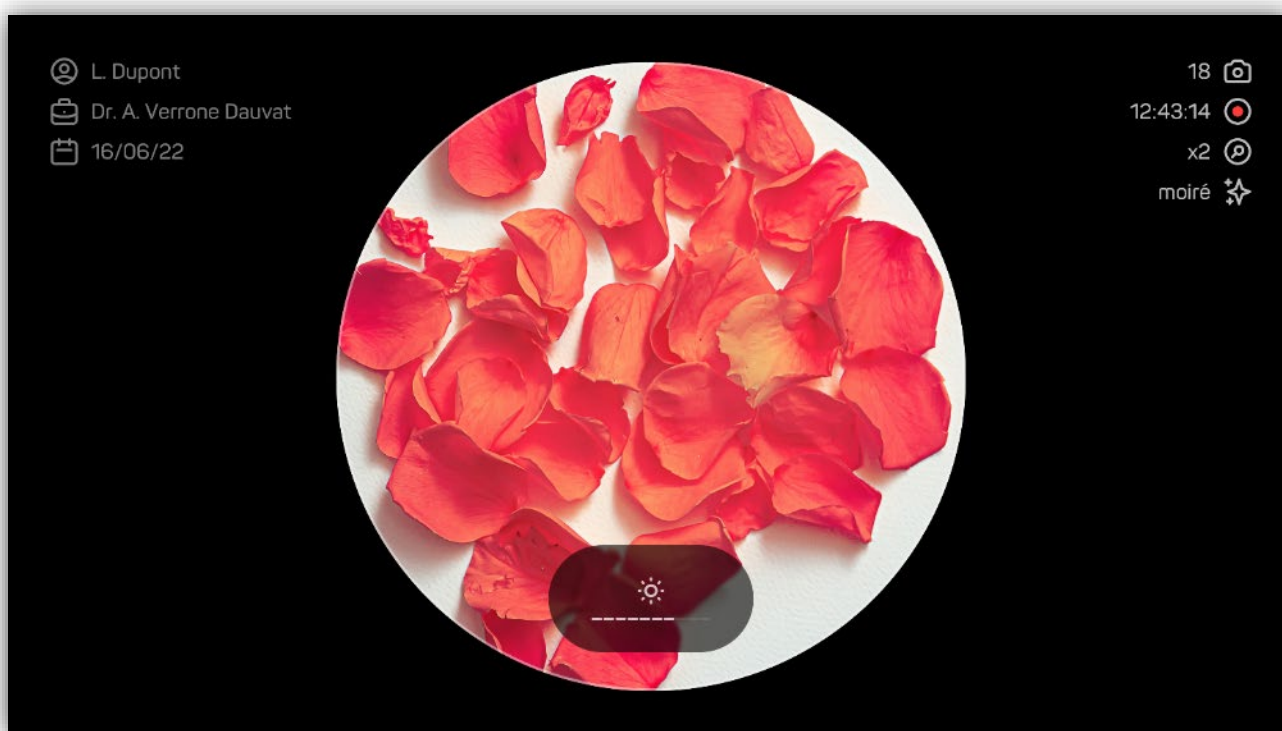

Figura 8 - Cambio de intensidad luminosa
- Utilice los botones "+" [5] y "-" [4] de la parte derecha de la unidad de control para aumentar o disminuir la intensidad de la luz (ver Figura 8).